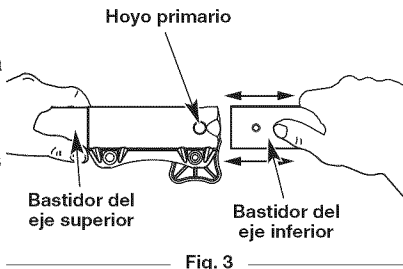

Fig. 3
2. Mientras sostiene el accesorio con firmeza, introdúzcalo directamente en el acoplador Convertible™ (Fig. 3).
3. A la vez que sujeta la caja del eje superior, tire del accesorio recto hacia afuera del acoplador Convertible™ (Fig. 3).